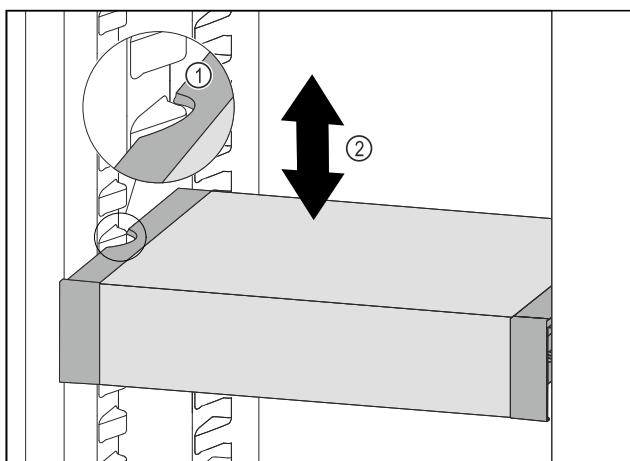

Fig. 67
- ▶ Træk VarioSafe fremefter, indtil udsparringerne i siden på VarioSafe er på niveau med beholderribben i kølesektionen. Fig. 67 (1)
- ▶ Flyt VarioSafe op eller ned i kølesektionen, indtil den ønskede højde er nået. Fig. 67 (2)